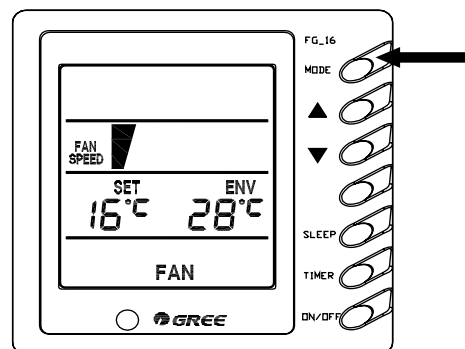

Рис. 5.12
5.3.6 **Режим FAN.** При выборе режима вентиляции на дисплее пульта высвечивается индикация FAN (рис.5.12). Скорость вентилятора не регулируется. В режиме вентиляции все остальные функции не активированы. На дисплее пульта высвечивается фактическое значение температуры внутри помещения.